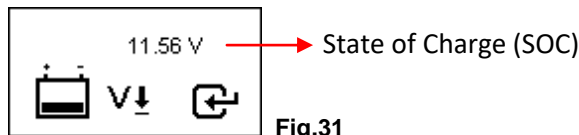

Fig.31
1. Le batterie che sono state lasciate inutilizzate per lunghi periodi possono comunque essere testate con questo analizzatore. Per eseguire la prova, fissare le clip dell'analizzatore sui terminali della batteria: qualora la tensione dell'accumulatore fosse inferiore ai 12V, lo strumento fornirà le informazioni come in Fig.31.